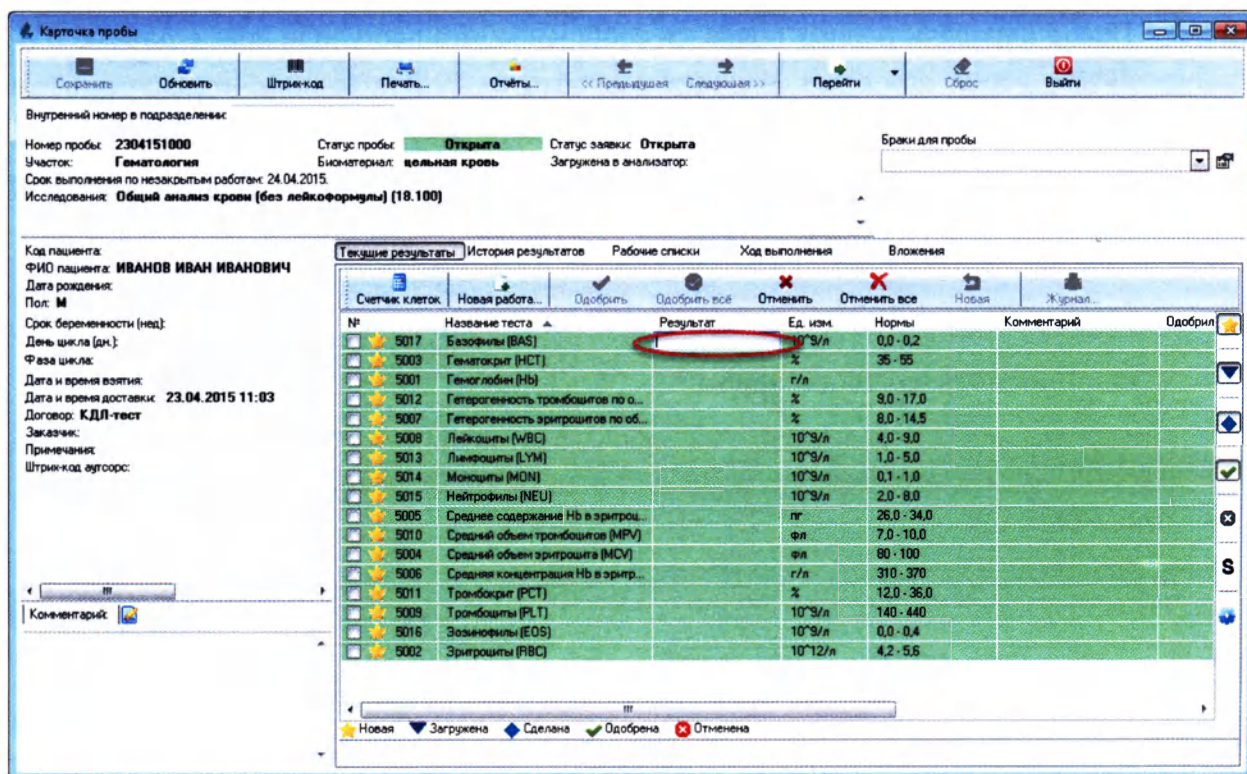

Рисунок 5.53
1. В закладке «Текущие результаты» выберите поле «Результат» для нужной работы (Рисунок 5.53):